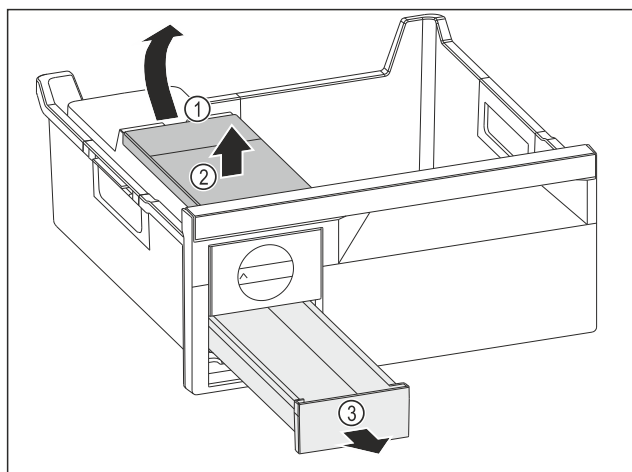

Fig. 135
- ▶ Estrarre il serbatoio dell'acqua: Sollevare il serbatoio dell'acqua nel vano Fig. 135 (1).
- ▶ Estrarre il serbatoio dell'acqua Fig. 135 (2) verso l'alto.
- ▶ Estrarre il cassetto del ghiaccio Fig. 135 (3) in avanti.